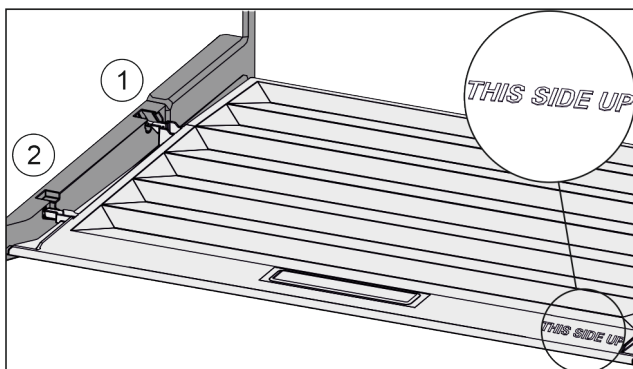

Fig. 30
- Introduire les rainures du couvercle par l'orifice du support arrière Fig. 30 (1) et les enclencher à l'avant dans le support Fig. 30 (2).